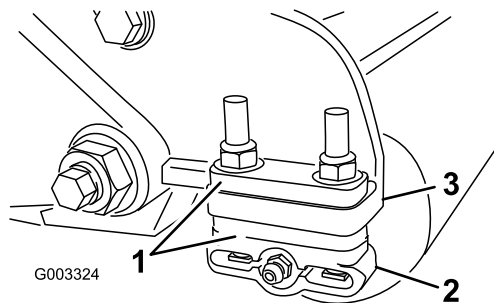

Bild 12
1. Stellen Sie die hinteren Rollenhalterungen (Bild 12) auf den gewünschten Schnitthöhenbereich ein, indem Sie die erforderliche Anzahl von Distanzstücken unter den Befestigungsflansch an der Seitenplatte (Bild 12) gemäß der Schnitthöhen-Tabelle positionieren.